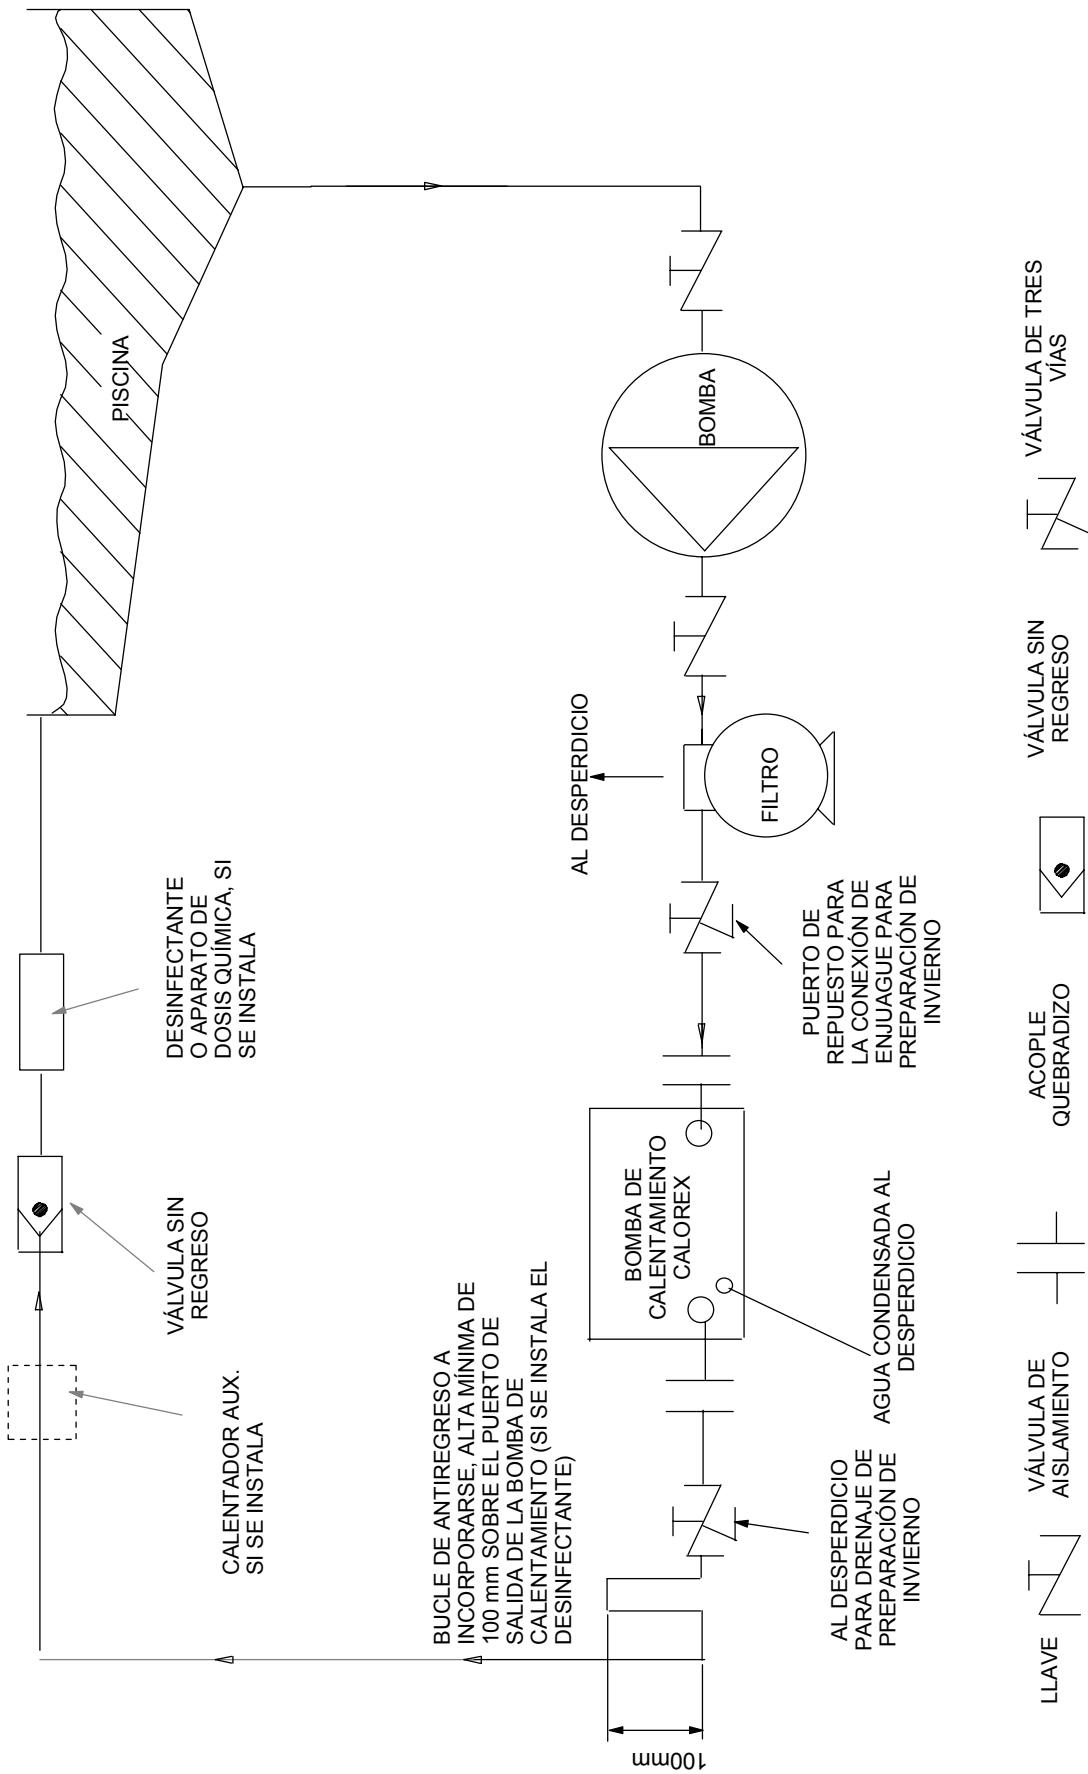

Figura 4
- b. La Bomba para Calentamiento de Piscinas Calorex debe conectarse después del filtro en la tubería de regreso hacia la piscina. Si se mantiene un calentador existente, entonces la Bomba de Calentamiento Calorex deberá conectarse entre el filtro y el otro calentador. (Vea la Figura 4).
1. Todos los Dispositivos de Purificación de la Piscina y los Sistemas de Inyección Química que se ajustan corriente abajo de la bomba de calentamiento a menos que la instalación sea de acuerdo a la dosificación del Filtro (Vea la Figura 4). Esto incluye la práctica de dosificación de químicos directamente dentro de la canasta desnatadora, que resulta en líquidos corrosivos concentrados que pasan sobre los componentes metálicos.